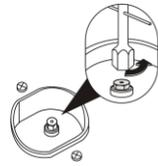
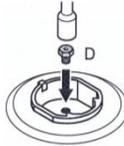

Figura 19.1
Figura 19.2
Retire la tapa y el quemador como se indica en la figura 19.1. Destornille el inyector con la ayuda de un destornillador de copa 7 mm como se muestra en la figura 19.1. Coloque el inyector correspondiente (D) como se muestra en la figura 19.2. (Consultar la Tabla 1). Coloque el quemador como se muestra en la figura 19.3. Una vez realizada la conversión, encienda los quemadores uno por uno y configure la longitud de la llama apretando y aflojando el tornillo que está dentro del vástago de la válvula o de la válvula de gas (grifo 19.4) o también desmontando el botón que está en el panel de control.